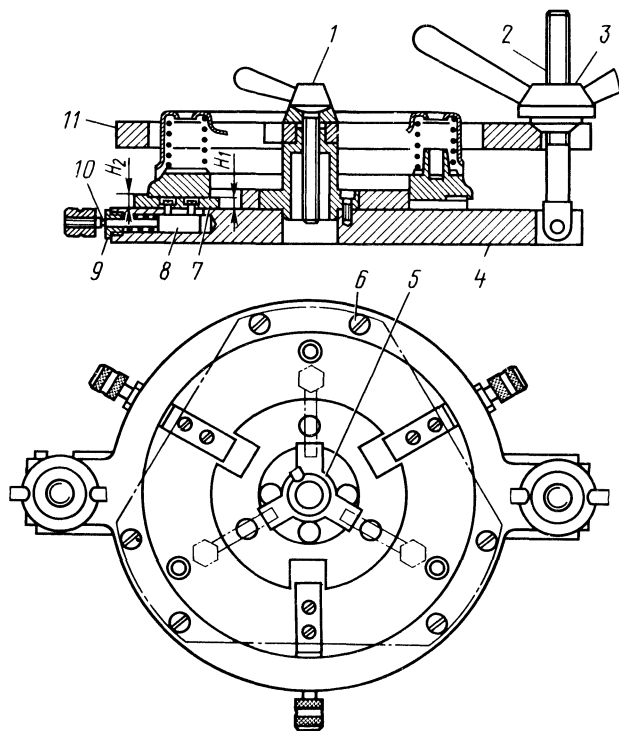

Рис. 93. Приспособление 7820-5079 для разборки и сборки нажимного диска сцепления:
- установить нажимной диск в сборе на плоскость плиты 4 приспособления (рис. 93);
Сборка нажимного диска сцепления производится на приспособлении (см. рис. 93) в порядке, обратном разборке.